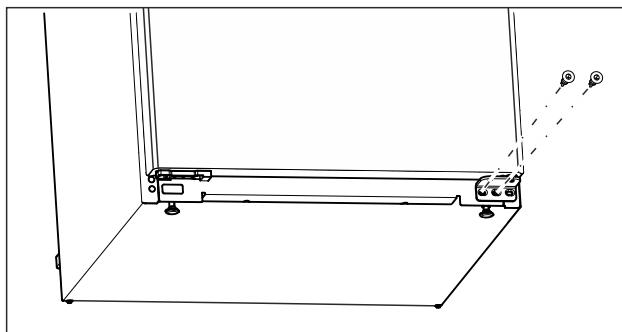

Fig. 7
- Отвийте централните винтове на долната лагерна стойка с отвертка Torx 20. (виж Fig. 7)
- Отвийте вътрешните винтове на долната лагерна стойка с отвертка Torx 20. (виж Fig. 7)